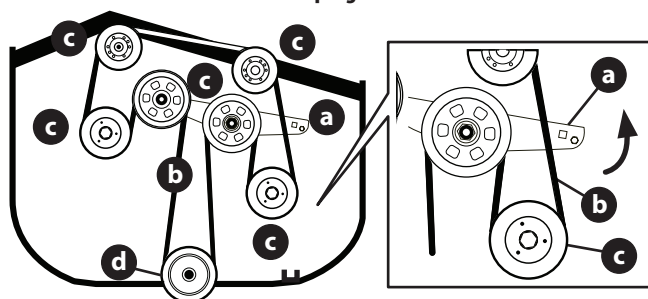

Figura 35
3. Con una unidad de 1/2" (12,7 mm) en el soporte de la polea loca (a), gire la llave hacia el frente de la cortadora y deslice la correa de la PTO (b) fuera de las poleas de la plataforma (c) y del embrague de la PTO (d) (Figura 35).